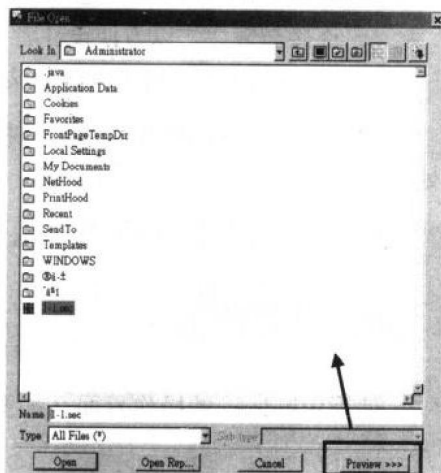

图1-2
- 图形预览：在以前版本的Pro/Engineer软件中，并没有提供图文件预览功能，而在Pro/Engineer 2000I²版本中加入了预览（Preview）的功能（如图1-2所示），以供设计者以最快速的时间来看视图文件，此种方式可以节省设计者的时间。